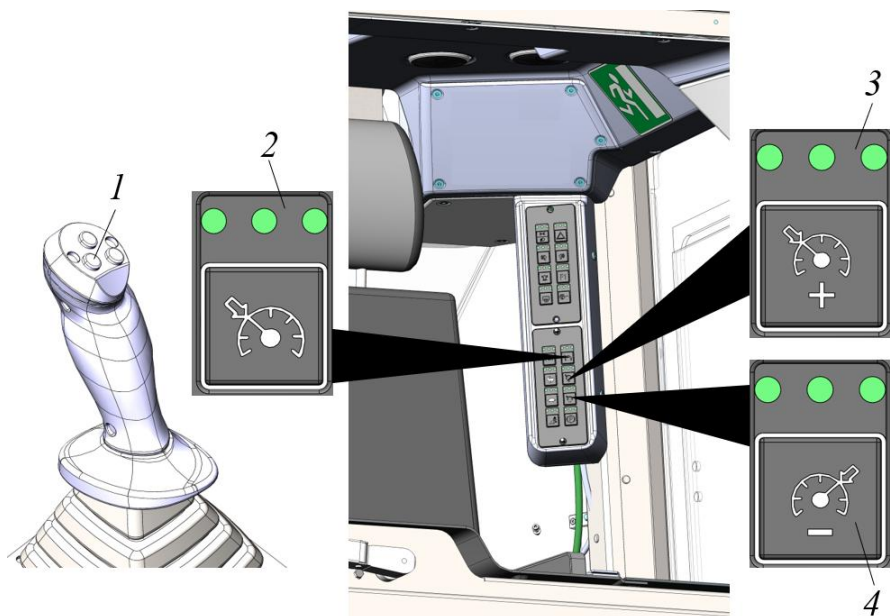

Рисунок 3.54. Активация ограничения скорости
Активация ограничения скорости (рис. 3.54)
- ▷ Скорость снижается до 5 км/ч (заводская установка), также есть возможность повысить или понизить скорость с помощью кнопок 3 и 4, см. рис. 3.54.
- ▶ Повторно нажать на кнопку 1 джойстика или удерживать кнопку 2 в блоке кнопок управления 2, рис. 3.54.